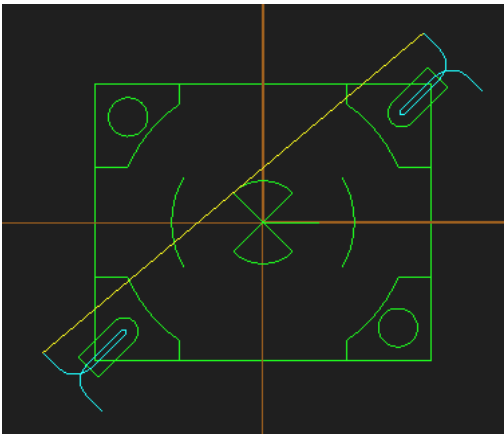

图 7-48 步骤 4) 刀具路径模拟
4) 选择“外形铣削 (2D)”，刀具参数、参考高度和进给下刀位置等均同步步骤 2)，选择部分串联加工半圆槽形两处，如图 7-48 所示，工件表面：-17.0，深度：-17.0，XY 方向预留量：0.0，Z 方向预留量：0.0，补正形式选择“电脑”，补正方向：右，勾选“进/
退刀向量”，参数默认，刀具路径模拟如图 7-48 所示。